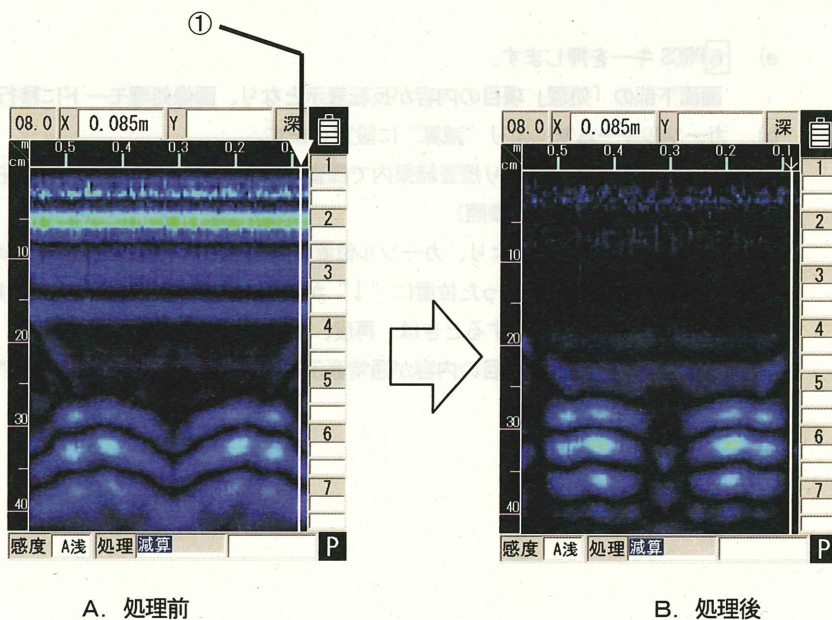

図3-15 減算処理
減算処理は、探査終了後の画面で、図3-15 Aのように深度約 20cm 以上の高深度領域にある横縞状の反射波を取り除くために使用します。
(図3-15 A-①参照)
このときカーソルのあった位置に“↓”が表示されます。(図3-15 B参照)